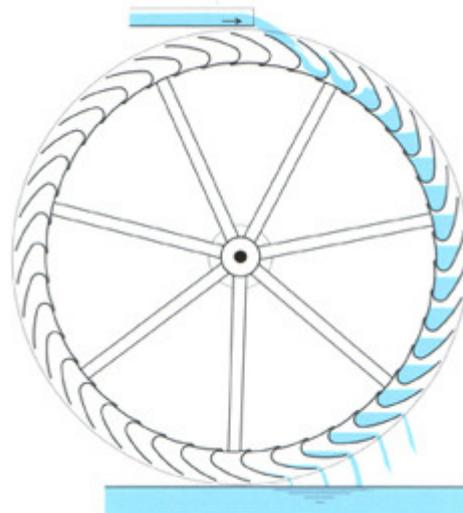

Abb. 6: Wasserrad oberschlächtig (7)
**Abb.6:** Die Wasserzuführung erfolgt über eine Zulaufrinne auf den Radscheitel. Eine Ventilation der einzelnen Zellen ist für das Füll- und Ausgießverhalten von großem Vorteil.5)